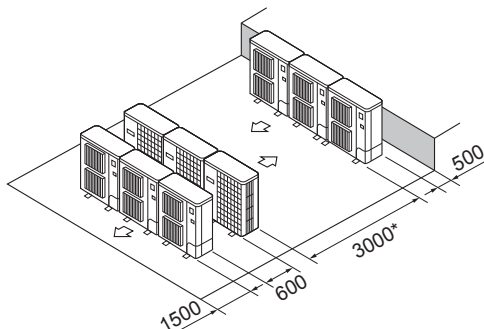

Fig. 2-14
- ⑥ Çoklu paralel ünite düzeni (Fig. 2-14)